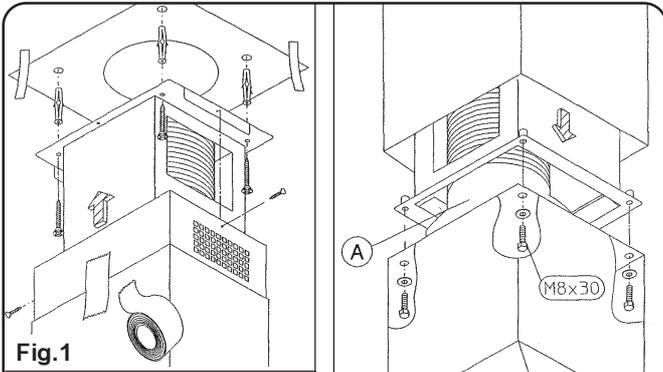

Fig.2
Для использования данной функции подсоединить раздвижную трубу из невозгораемого материала Ш150 мм к потолку и затем соединить ее с патрубком «А» **рис. 2**.
- 6) поднять вытяжку и, прикрепив трубу Ш 150 мм к патрубку «А» при помощи хомута, прикрепить ее к раздвижной структуре при помощи 4 винтов и шайб **рис. 2**.
- 3) прикрепить раздвижную трубу Ш 150 мм из невозгораемого материала к патрубку «В» при помощи хомута **рис. 5**, который затем соединяется с патрубком «А» **рис. 2**.
Per poter utilizzare questa funzione munirsi di un tubo estensibile non combustibile  $\varnothing$  150 mm da collegare al soffitto, che andrà successivamente collegato al raccordo "A" **fig2**
- 6) sollevare la cappa, e dopo aver bloccato il tubo  $\varnothing$ 150 mm al raccordo "A" tramite una fascetta, fissarla alla struttura telescopica con le 4 viti e rondelle **fig2**.
- 3) collegare un tubo estensibile non combustibile  $\varnothing$  150mm al raccordo "B", tramite una fascetta, che andrà successivamente collegato al raccordo "A" **fig2**